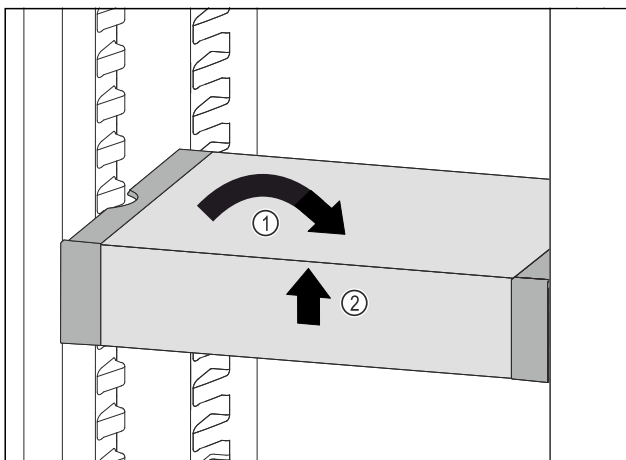

Fig. 79
- VarioSafe recht zetten. Fig. 79 (1)
- VarioSafe aan voorkant optillen. Fig. 79 (2)